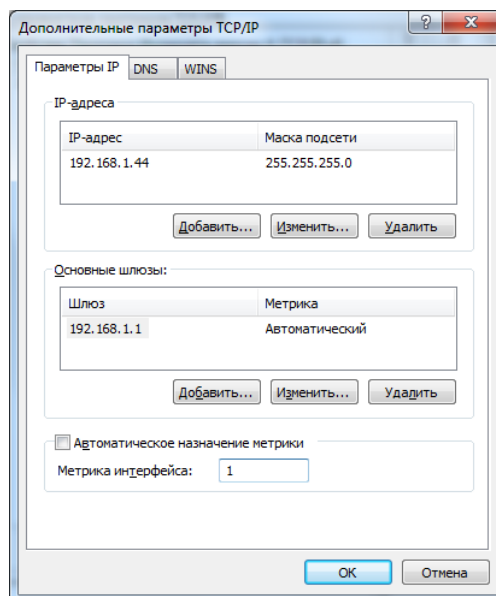

Рис. 2.11. Настройка дополнительных параметров протокола TCP/IP
4. В открывшемся окне *Дополнительные параметры TCP/IP* уберите флажок *Автоматическое назначение метрики* и выставьте значение метрики интерфейса 1 (рис. 2.11).